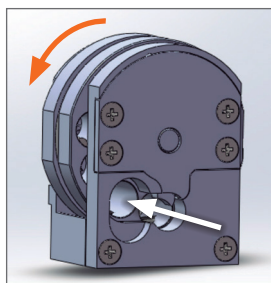

Fig. 13. Paso 1
- Antes de acoplar el cargador a la carabina, cargue los balines en el orificio del cargador, asegurándose primero de que el orificio está centrado (véase fig. 13. Paso 1).
- Gire el cargador en la dirección indicada en la fig. 13 (Paso 1) cada vez que cargue un balín. Introduzca un balín en cada orificio.